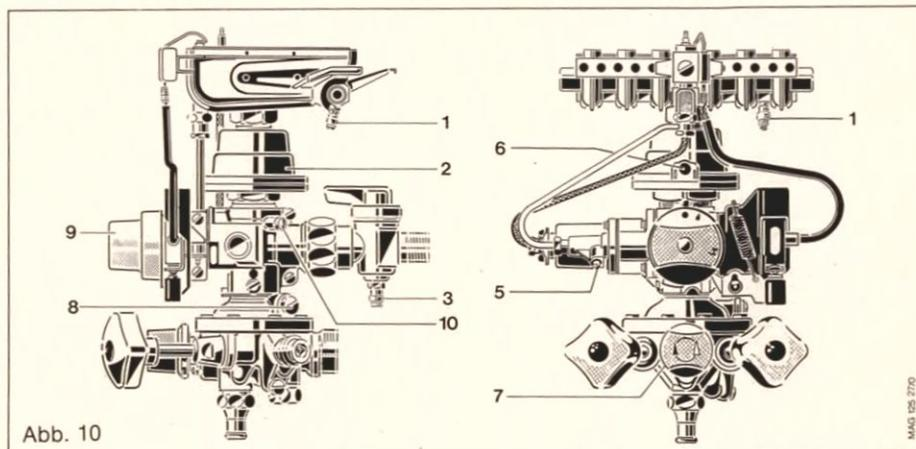

Abb. 10
- b) Zündflamme kontrollieren und ggf. an der Zündgas-Einstellschraube (Abb. 10, Pos. 5) nachstellen. Bei ordnungsgemäßer Einstellung muß die Zündflamme das Thermoelement umschließen.
- a) Dichtungsschraube des Düsendruck-Meßstutzens (Abb. 10, Pos. 1) lösen, aber nicht ganz herausdrehen.
- c) Ggf. Plombendraht und Sicherungsblech vom Gasmengenregler (Abb. 10, Pos. 6) bzw. Plombendraht und Schutzkappe vom Zentralschalter (Abb. 10, Pos. 9) entfernen.
- f) Düsendruck an der Einstellschraube (Abb. 10, Pos. 6) des Reglers bzw. Einstellschraube (Abb. 10, Pos. 10) des Zentralschalters einstellen.